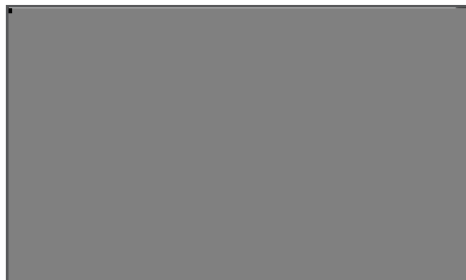

Рис. 5 Установка трубы напорной «А»
5. Вставьте трубу напорную «А» с установленной на ней рукояткой управления в гибкую трубу (Рис. 5). Затяните червячный хомут.